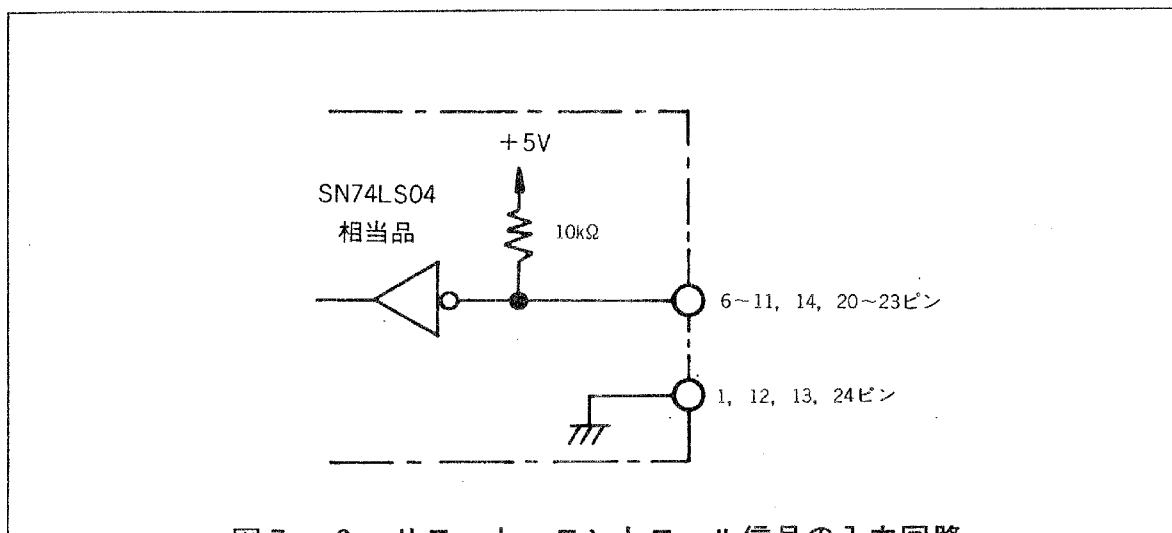

図7-6 リモート・コントロール信号の入力回路
*RCA, *RCB, *RCC, *RCD, *RE 信号の入力回路を、〔図7-6〕に示します。